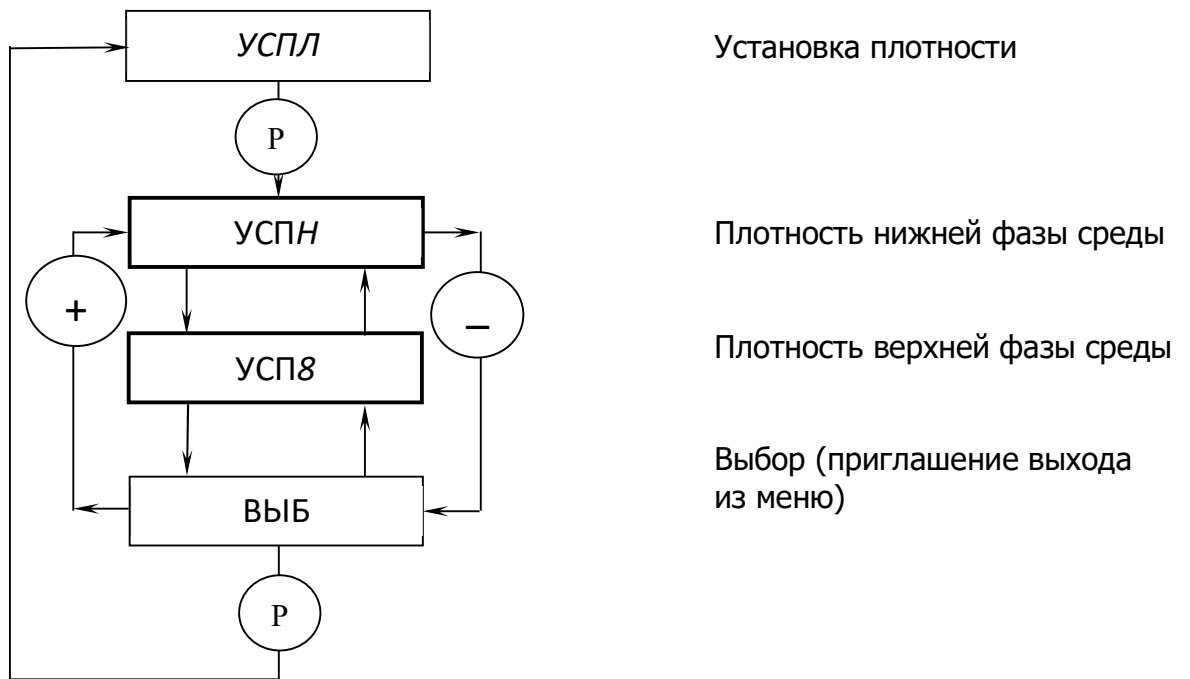

Рис. 27. Меню установки плотности
- нажать кнопку «Р» и попадания в меню установки плотности (рис. 27);